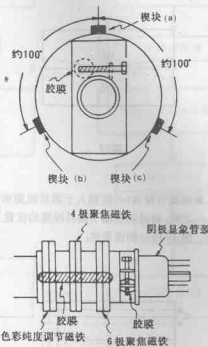
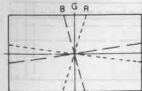

图15
图16
- 步骤: ①接收交叉线网图案信号;
②置亮度控制和对比度控制于MAX位置;
③静聚焦调试;
- 调节4极聚焦磁铁的开启程度(参阅图 15)并旋转之,以会聚红色线条和蓝色线条;
- 调节6极聚焦磁铁的开启程度(参阅图 15)并旋转之,以会聚红色线条、蓝色线条和绿色线条。
- ④动态聚焦调试;
- 在偏转线圈和CRT之间插入调节模块(a),向上调节偏转线圈位置,以消除图 16 所示的误差;